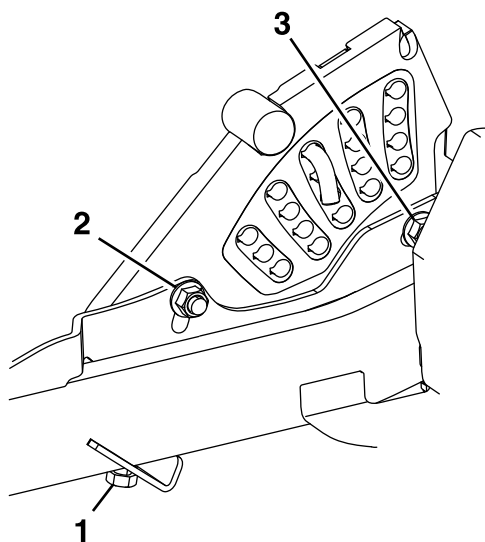

Figure 83
13. Si les 4 dispositifs de réglage du plateau n'offrent pas une capacité de réglage suffisante pour obtenir la hauteur de coupe précise avec le râtelier souhaité, vous pouvez ajuster le système monopoint (Figure 83).
14. Pour ajuster le système monopoint, commencez par desserrer les boulons de fixation des plaques de hauteur de coupe avant et arrière (Figure 83).
16. Serrez les 2 boulons au bas de la plaque de hauteur de coupe (Figure 83).